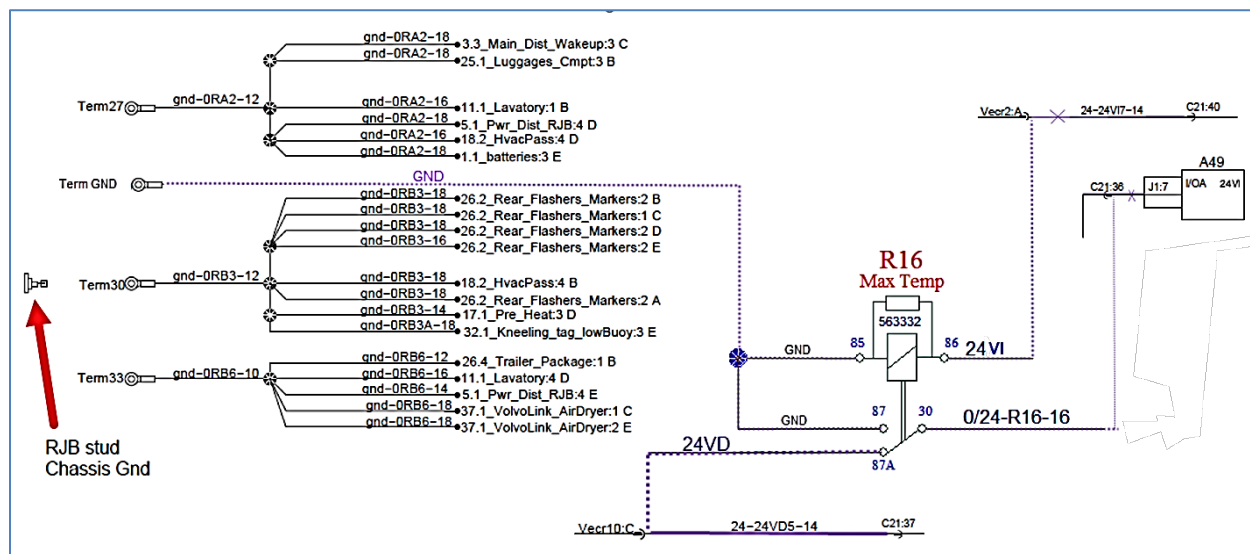

FIGURE 35
16. Dans le compartiment principal d'alimentation, connecter le circuit 24VI du câblage 0610219 au VECR, connecteur 2 (rouge) logement # A (FIGURE 35).
17. Dans le compartiment principal d'alimentation: connecter le circuit 0/24 du câblage 0610219 au connecteur C21 logement # 36 (FIGURE 35).
18. Dans le compartiment principal d'alimentation: joindre le circuit 24VD du câblage 0610219 avec le circuit 24VD5 (**FIGURE 35**) à l'aide de l'épissure 562228. Noter que 24VD5 se situe entre le connecteur C21 logement # 37 et le VECR, connecteur 10 (jaune) logement # C.
19. Dans le compartiment principal d'alimentation: connecter le circuit GND du câblage 0610219 à la borne de mise à la masse du châssis (**FIGURE 35**).